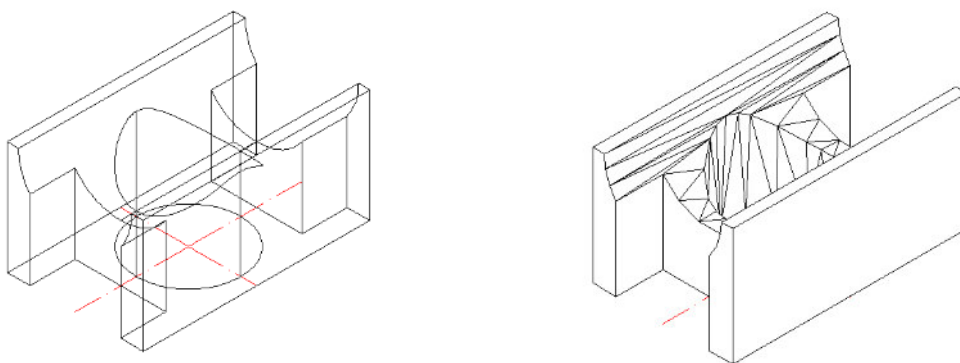

Рисунок 7.1.8 - Модель в режиме удаления невидимых линий
- Выбрать в меню **Вид – Скрыть**. Рисунок 7.1.8